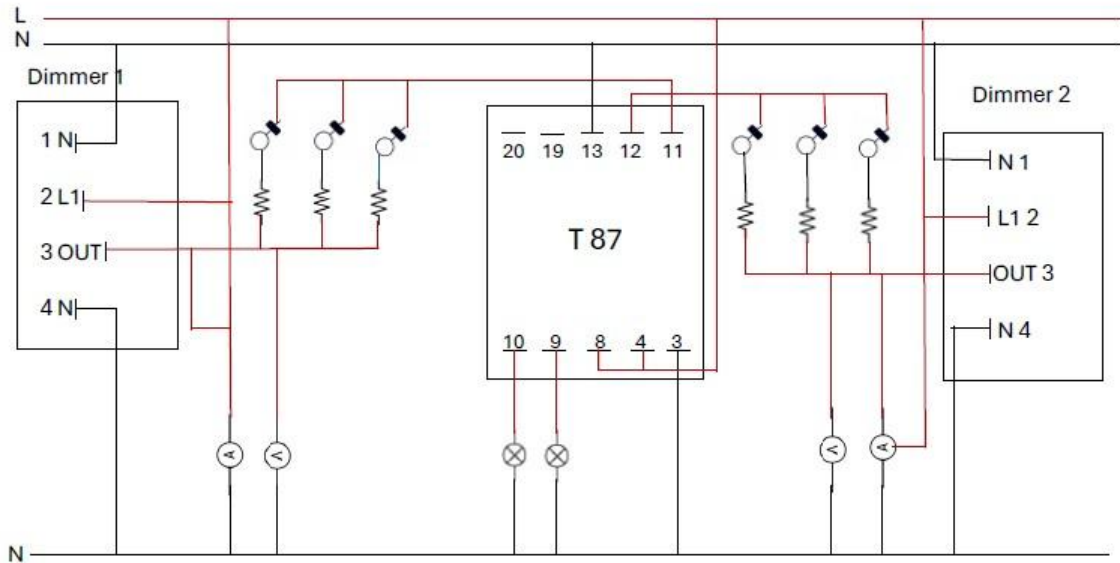

Ilustración 8 Diagrama de conexiones relé 87
Diagrama (**Ver Ilustración 8**) y datos del relé.
Diagrama (**Ver Ilustración 8**)
- Diagrama de conexiones proporcionado (**Ver Ilustración 8**).
- Diagrama y datos del relé (**Ver Ilustración 8**).